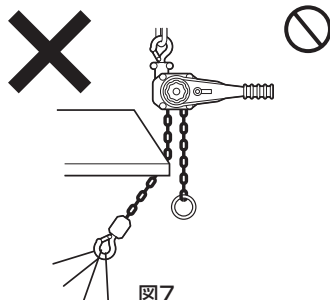

図7
- (16) フックや本体を支点にして使用しないでください。
- (17) 上下フックに損傷や変形がある物は使用しないでください。
- (18) ロードチェーンが変形したり傷付いたレバーホイスとは絶対に使用しないでください。
- (19) ロードチェーンを鉄板等の角に当てて操作しないでください。図7